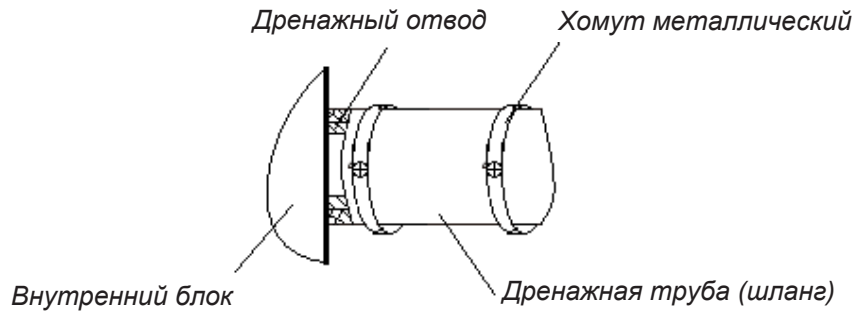

Рис.2.20
- Закрепить дренажную трубу на отводе внутреннего блока с помощью металлических хомутов (рис.2.20)